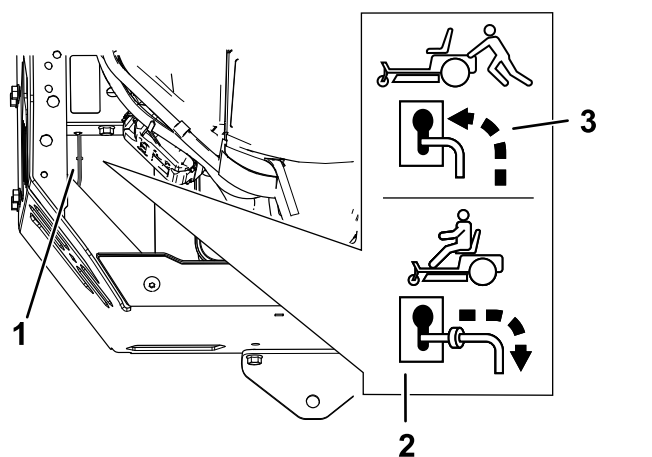

Figure 38
- Déplacez les leviers de dérivation en avant dans la fente en trou de serrure, puis vers le bas pour les verrouiller en position (Figure 38).